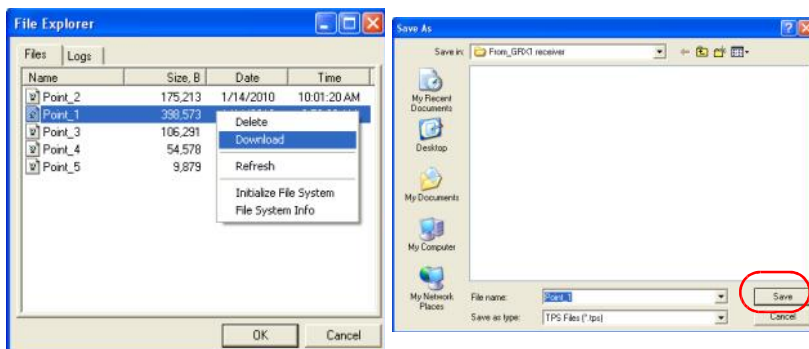

Рис. 5-2. Загрузка файла
3. Чтобы перенести файл на компьютер, выделите его, щелкните правой кнопкой мыши и в выпадающем меню выберите **Download**. В стандартном окне **Save As** выберите или создайте папку, куда будет сохранен данный файл (Рис. 5-2). Нажмите кнопку **Save**, чтобы загрузить файл в компьютер.